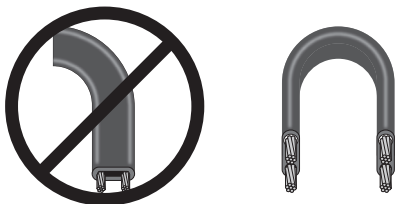

Рис. 3
5.6. Нагревательный кабель должен изгибаться исключительно перпендикулярно плоскости его жил (см. рис. 3).